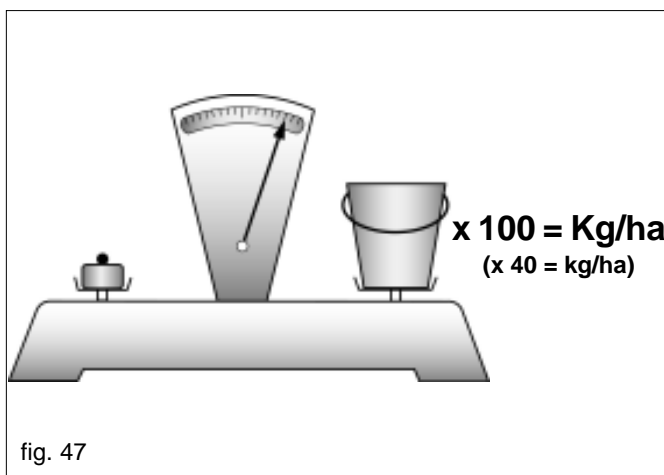

fig. 47
- 7) Peser la quantité de semences contenue dans les bacs et la multiplier par 100 ou par 40 (selon les tours effectués); la valeur obtenue correspond à la quantité en kilogrammes distribuée sur un hectare (Fig. 47).